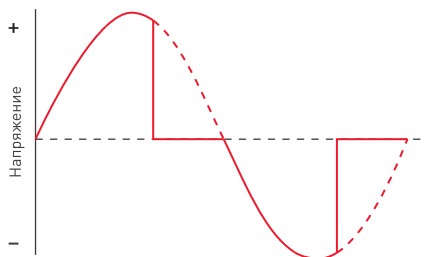

Рисунок 2. Диммирование по заднему фронту (Trailing edge).
3.10. Данный диммер работает с отсечкой фазы по заднему фронту — Reverse phase control, Trailing edge (см. Рисунок 2).